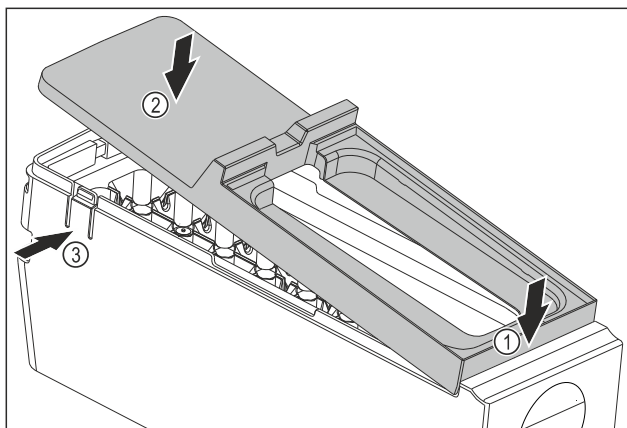

Fig. 148
- ▶ Встановіть кришку корпусу EasyTwist-Ice: Прикріпіть кришку спереду. Fig. 148 (1)
- ▶ Опустіть кришку ззаду. Fig. 148 (2)
- ▷ Кришка зі звуком фіксується в обох виступах Fig. 148 (3).